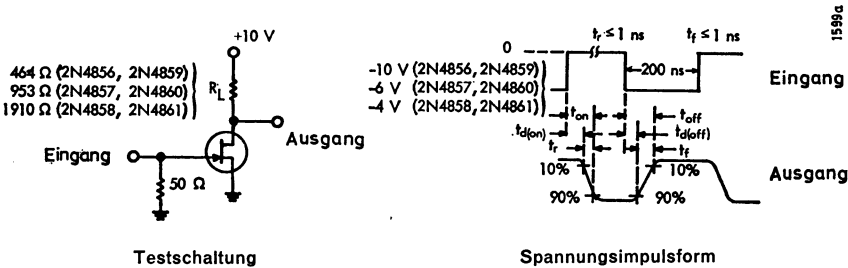

Bild 1
4. Die Testschaltung nach Bild 1 wird angewandt unter Änderung von R_L von 100Ω – $10 \text{ k}\Omega$, $t_p = 1 \mu\text{s}$, Tastverhältnis $\leq 2\%$.